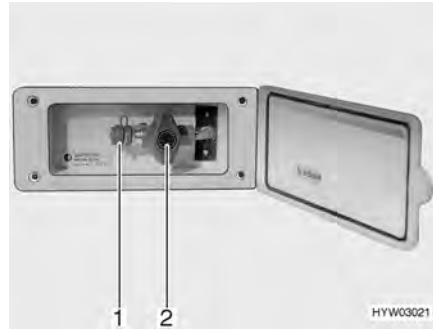

Fig. 126 Presa gas esterna, rubinetto di arresto del gas chiuso
La presa gas esterna (Fig. 126) si trova, a seconda del modello, nella parte posteriore o sul lato destro o sinistro del veicolo.
- Collegare l'apparecchio a gas esterno all'attacco (Fig. 126,1).
- Aprire il rubinetto di arresto del gas (Fig. 126,2).